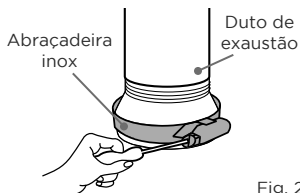

Fig. 2
1. Para correta instalação no modo exaustão utilize qualquer um dos lados do duto de exaustão para a fixação na coifa. Antes do encaixe do duto, coloque a abraçadeira inox. Já com o duto encaixado, use uma chave número 6 ou uma chave de fenda cruzada (*não acompanham o produto*) para realizar o aperto da abraçadeira (Fig. 2).